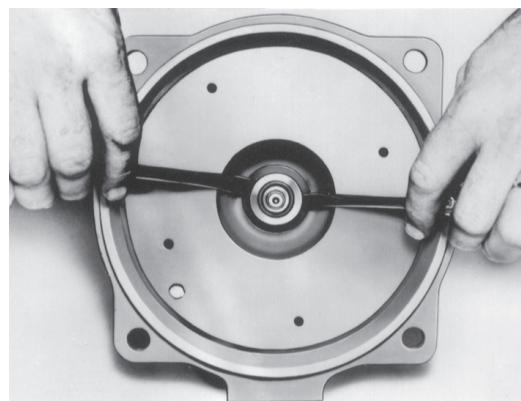

Figure 7
- 7.** Employer deux tournevis en guise de leviers et extraire l'élément tournant du joint mécanique (383), puis le jeter (V. fig. 7).